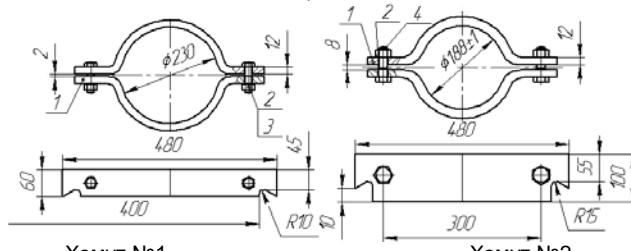

Рисунок 4. Монтажные хомуты.
6.1.5 Монтаж агрегата производите при помощи автокрана или монтажной треноги, способных поднять груз массой, равной массе агрегата вместе с кабелем, колонной водоподъемных труб, заполненных водой, и коленом опорным. Высота подъема стрелы крана или высота монтажной треноги должна быть достаточной для подъема самой длинной секции установки. Монтаж водоподъемных труб в скважину производится при помощи монтажных хомутов, изготавливаемых или подбираемых пользователем согласно рис.4.